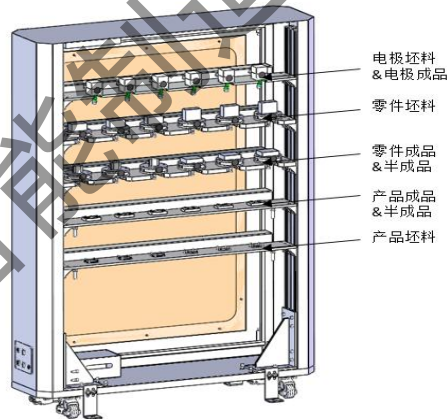

图 7 料仓示意图
4. 立体仓库每个仓位需要设置传感器和状态指示灯，传感器用于检测该位置是否有工件，状态指示灯分别用不同的颜色指示出包括无料、待加工、加工中、加工完成和不合格五种状态，料仓参考示意图见图 7。